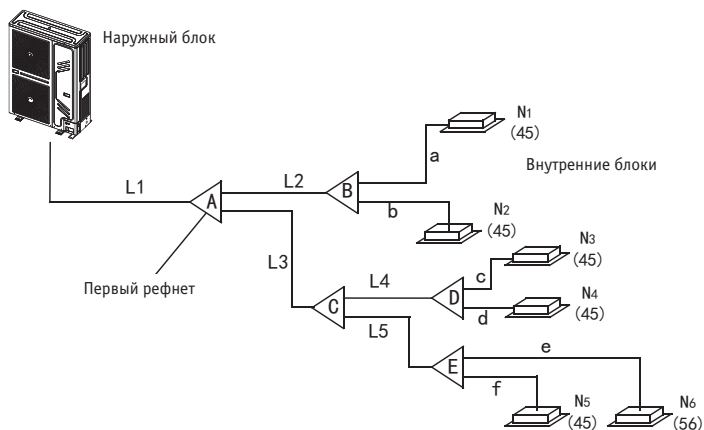

Рис. 5-5
2. Пример 1. На рис. 5-5 наиболее удаленные внутренние блоки линии L2, их общая производительность $45 \times 2 = 90$, см. табл. 4.4, размеры трубы газовой линии/жидкостной трубы – $\varnothing 15,9/\varnothing 9,52$ мм.